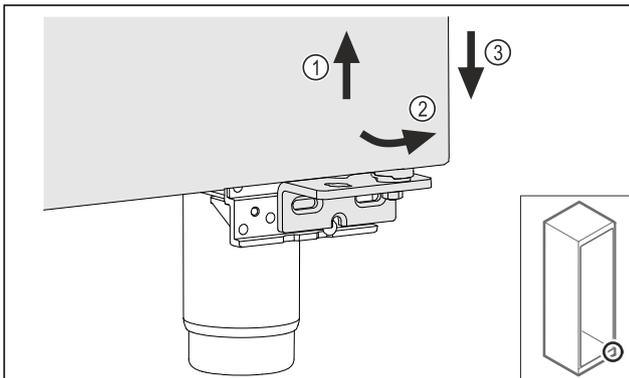

Fig. 23
- ▶ Levantar ligeramente la puerta Fig. 23 (1): inclinarla hacia delante por la parte inferior Fig. 23 (2) y bajarla Fig. 23 (3).